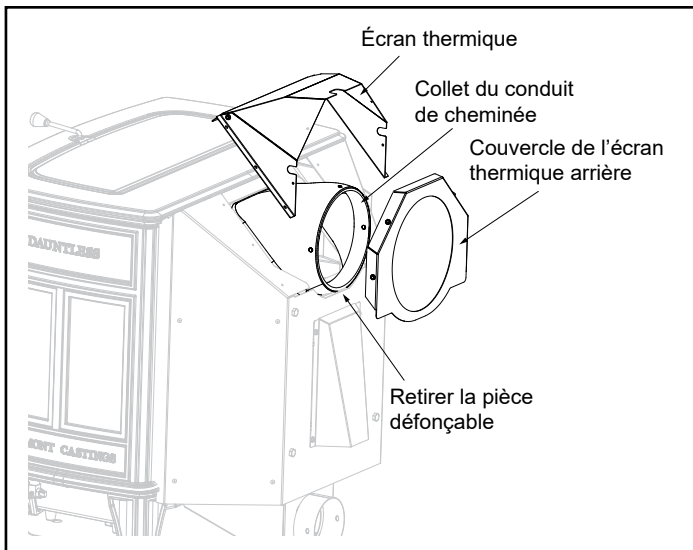

Figure 5.7
3. Tournez le collet du conduit de cheminée à la position horizontale. Vérifiez le joint d'étanchéité du boîtier arrière en fonte afin de s'assurer qu'il est étanche. Réinstallez le collet du conduit de cheminée, l'écran thermique et le couvercle de l'écran thermique, Figure 5.7.